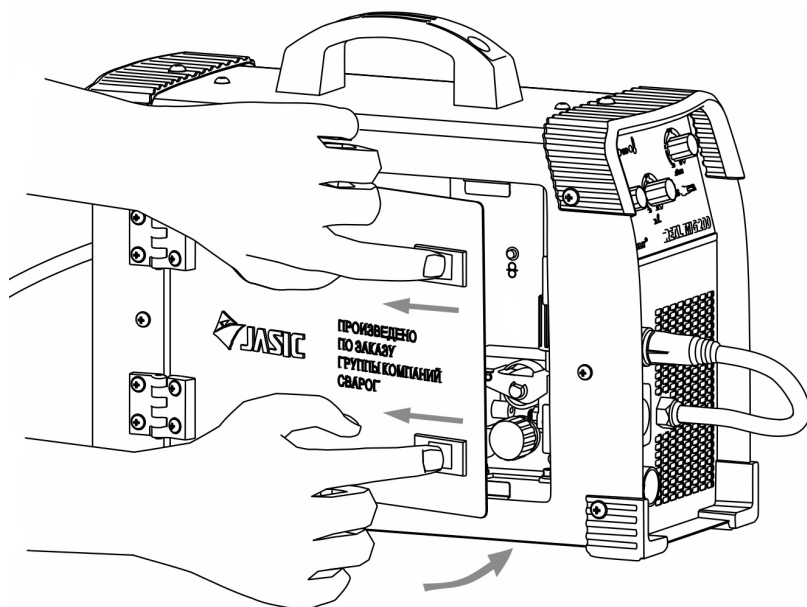

Рис. 9.17. Закрытие дверцы сварочного аппарата.
13. Одновременно двумя руками потяните защелки дверцы на себя, закройте дверцу сварочного аппарата (См. рис. 9.17).